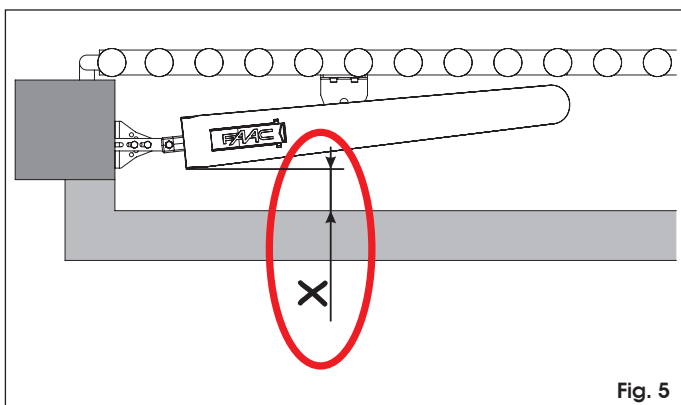

Fig. 5
① Course utile de l'opérateur.
② Cote maximale.
③ Cote minimale.
④ En fonction de la géométrie de la barrière est nécessaire d'augmenter la part et un maximum de 115 mm, en utilisant une épaisseur appropriée pour être interposés entre le support et la grille d'entrée anti.
**Une fois l'opérateur installé, vérifier que la cote « X » de la Fig. 5 soit supérieure à 500mm. Si la cote est inférieure à 500mm, réaliser un essai d'impact d'après la norme UNI EN 12445 et vérifier que les valeurs relevées soient conformes à la norme UNI EN 12453. Si les valeurs relevées ne correspondent pas aux prescriptions de la norme, il est NÉCESSAIRE de protéger la zone avec un dispositif de protection conforme à la norme UNI EN 12978.**